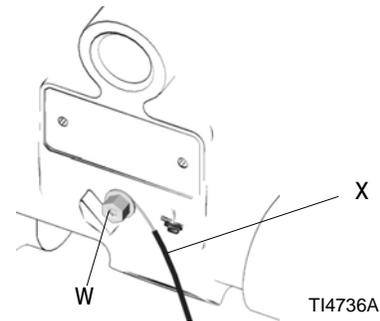

FIG. 1: Conexión del cable de conexión a tierra
- Bomba:** Conecte un cable a tierra y sujételo como se muestra en la FIG. 1. Afloje el tornillo de conexión a tierra (W). Inserte un extremo de un cable de conexión a tierra de calibre 1,5 mm² (12 AWG) o más grueso (X) detrás del tornillo de conexión a tierra y apriete firmemente el tornillo. Conecte el extremo con abrazadera del cable de tierra a una toma de tierra fiable.